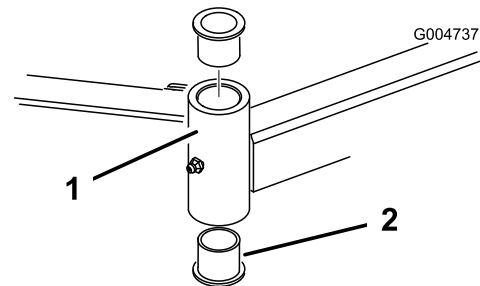

Bild 78
- Stecken Sie einen Dorn oben oder unten in das Befestigungsrohr und treiben die Büchsen heraus (Bild 78). Treiben Sie dann die andere Büchse aus dem Rohr heraus. Reinigen Sie die Innenseite der Rohre.